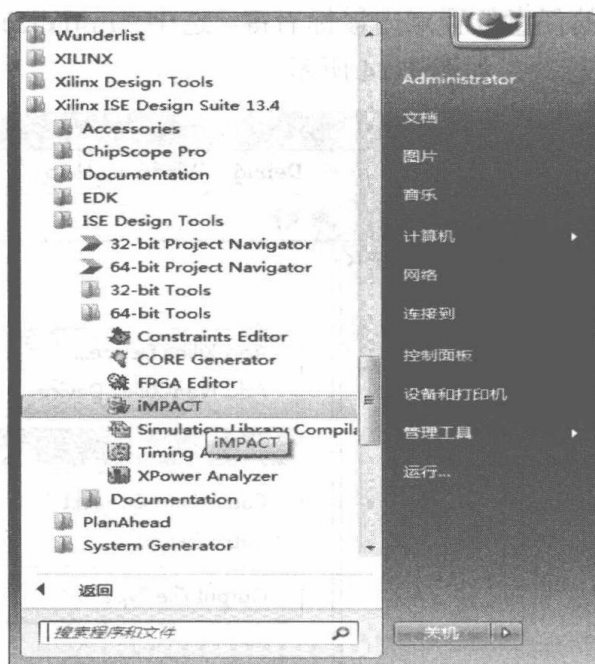

图 1-12 打开 FPGA 配置软件 iMPACT
- (1) 在“开始”菜单找到 ISE 安装目录，打开 iMPACT，如图 1-12 所示。